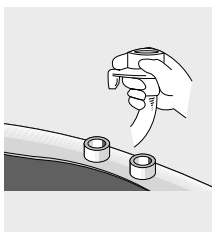

Figura 27
- Desconecte el suministro de agua de la lavadora y separe la manguera de entrada. (Figura 27)